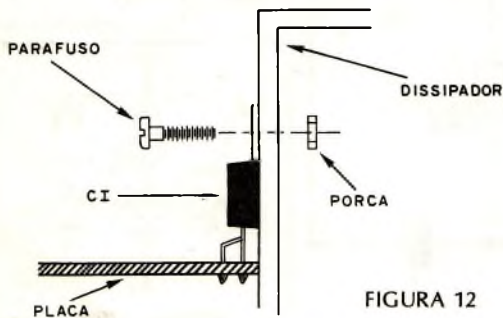

FIGURA 12
a) Trabalhe inicialmente na placa de circuito impresso soldando os circuitos integrados. Dobre com cuidado os seus terminais para que se encaixem em posição de soldagem. Veja o alinhamento do CI com a borda da placa como mostra a figura 12.